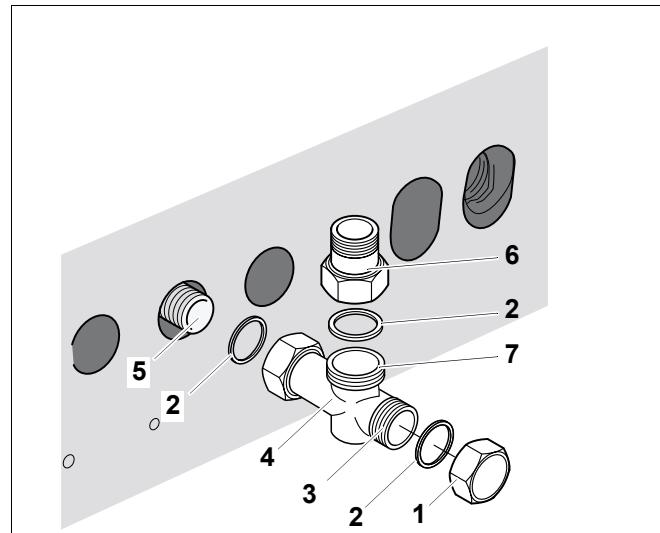

Рис. 9 Монтаж подключения обратной линии на котле Logano G124 WS
- Установить уплотнение (рис. 9, **поз. 2**) в накидную гайку тройника (рис. 9, **поз. 4**), который входит в объем поставки.
- Крепко закрутить тройник (рис. 9, **поз. 4**) на подключении обратной линии отопительного котла RK (рис. 9, **поз. 5**).
Если Вы не пользуетесь системой быстрого монтажа (дополнительный заказ), то подключите обратную линию через поставляемый переходник G 1¼ на R 1 (рис. 9, **поз. 6**).
- Установить уплотнение (рис. 9, **поз. 2**) в накидную гайку переходника G 1¼ на R 1 (рис. 9, **поз. 6**), входящего в объем поставки.
- Установить поставляемый переходник G 1¼ на R 1 (рис. 9, **поз. 6**) для обратной линии системы отопления (рис. 9, **поз. 7**) на 90°-ый отвод тройника.
Если Вы не подключаете бак-водонагреватель, то нужно заглушить тройник (рис. 9, **поз. 4**), установив торцевую крышку (рис. 9, **поз. 1**).
- Установить торцевую крышку (рис. 9, **поз. 1**) вместе с уплотнением (рис. 9, **поз. 2**).
- Подсоединить обратную линию бака-водонагревателя к нижнему отводу тройника (рис. 9, **поз. 3**, стр. 27).